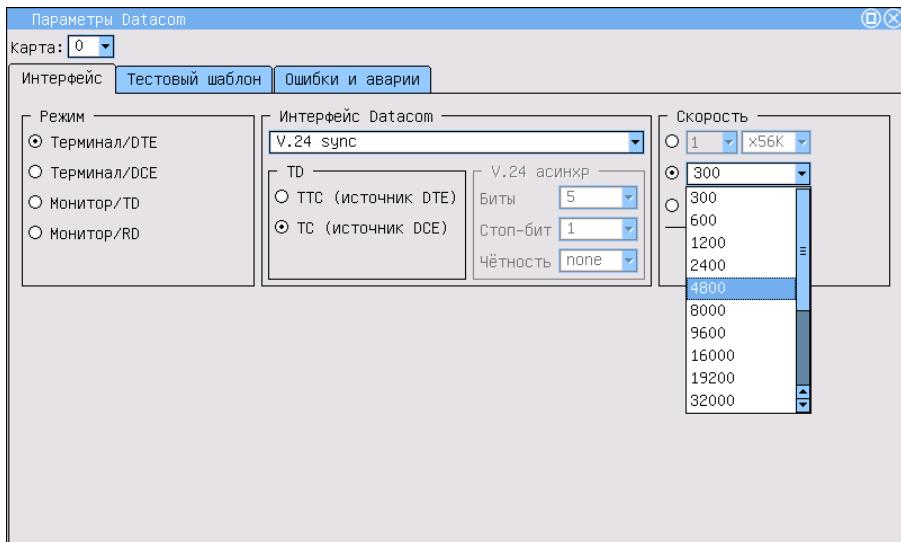

Рис. 3.5: Выбор скорости передачи данных
7. Поле **Скорость** позволяет задать скорость тестирования (рис.3.5).